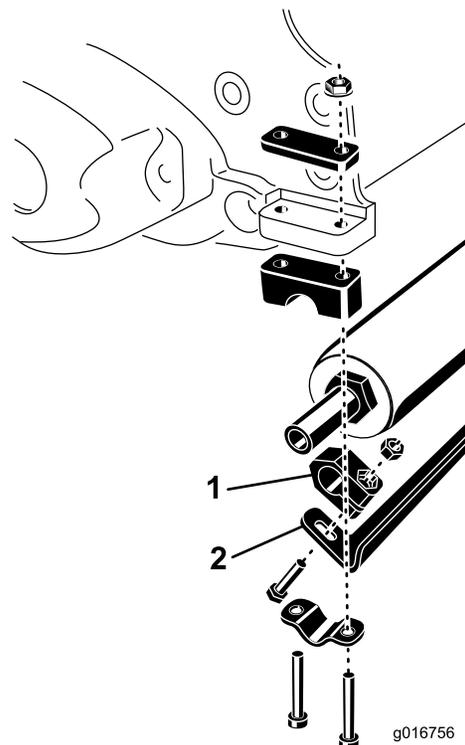

Bild 2
3. Befestigen Sie den Rollenabstreifer lose mit einem Klemmblock, einer Kopfschraube und Mutter an jedem Ende der Rolle. Positionieren Sie die Teile, wie in Bild 2 dargestellt.
4. Befestigen Sie die Rolle lose mit den vorher entfernten Kopfschrauben, Klemmen und Muttern am Mähwerk (Bild 2).
5. Zentrieren Sie die Rolle am Mähwerk und ziehen Sie die Kopfschrauben und Muttern der Rollenklammer an (Bild 2).